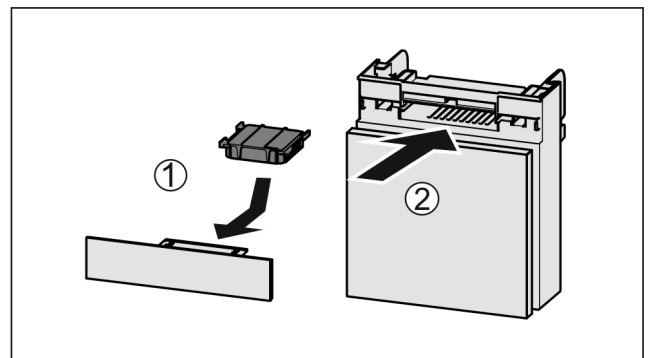

Fig. 150
- ▶ Aktivkohlefilter nach Abbildung einsetzen Fig. 150 (1).
- ▶ Fach einschieben Fig. 150 (2).